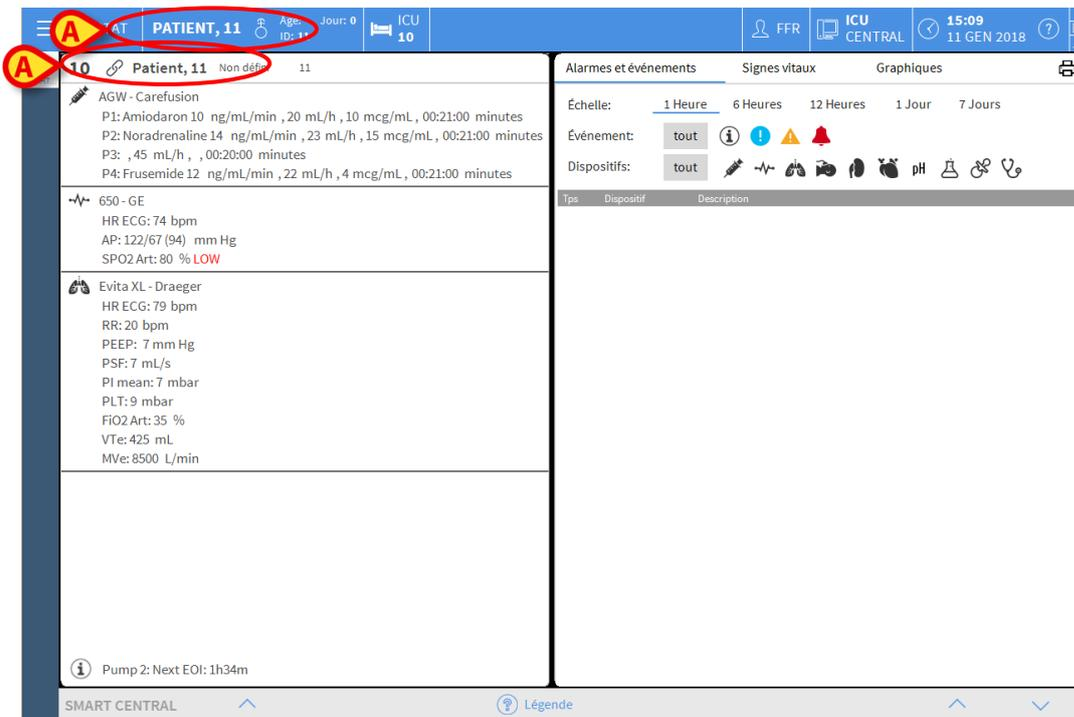

Fig 96
- Cliquer sur **Oui** pour admettre le patient. L'écran Smart Central relatif à ce patient s'affiche ensuite. Un nom temporaire est automatiquement attribué (Fig 96 **A**)